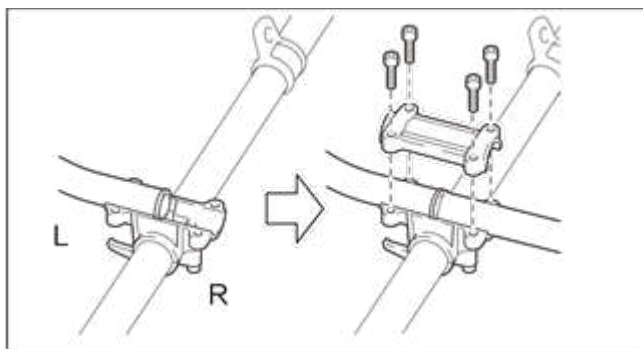

Рисунок 3. Схема встановлення частин руків'я на «штангу» електрокоси.
5.1.2.2 Встановлення руків'я на «штангу» електрокоси (рис. 3).